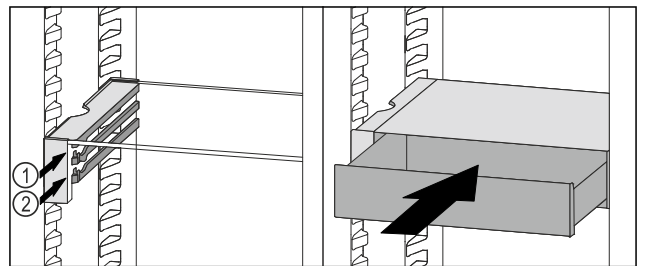

Fig. 132
- ▶ 将 VarioSafe 抽屉放置在所需肋梁 Fig. 132 (1) 或 Fig. 132 (2) 上的止动器后面。